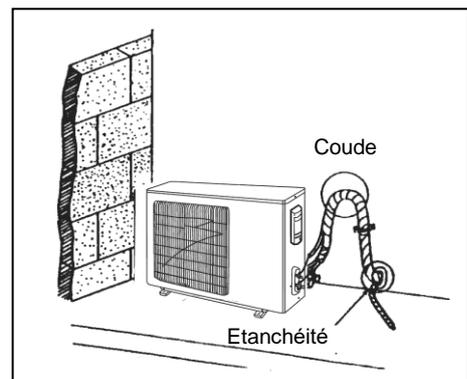

Fig. 16
- Tous les tuyaux sont attachés les uns aux autres avec du ruban, coudés et fixés au mur à l'aide des supports-attaches. (Voir la figure 16.)